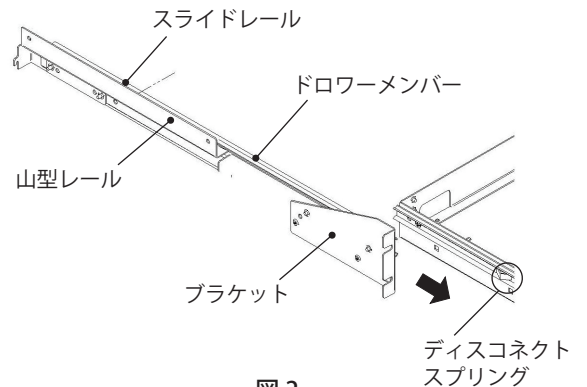

図 2
- ドロワーメンバーのディスコネクトスプリングを左右同時に押してロックを解除し、スライドレールを抜いてください。(図 2)